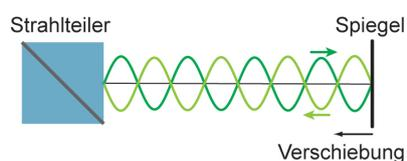

Abbildung 3.2: Sehr schematisch sind hier die Reflexion am Spiegel und die Linearverstellung dargestellt.
- Wie errechnet sich daraus der Verstellweg (vgl. Bild 3.2)? Wie genau ist die Messung?